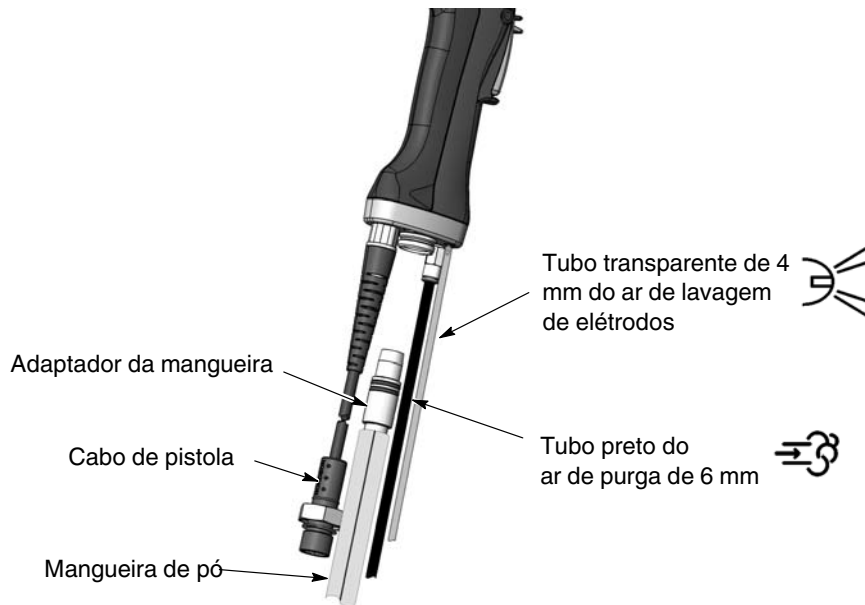

Figura 3-12 Ligações da pistola
1. Consulte a figura 3-12. Ligue o tubo de ar preto de 6 mm à união de desconexão rápida do punho da pistola.